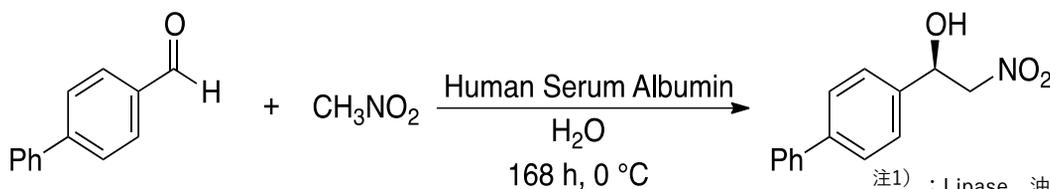

図2 ニトロアルドール反応 (ヘンリー反応)
- ▶ カルボニル化合物とニトロアルカンを縮合するニトロアルドール反応は、代表的なC-C結合反応の一つとして知られています。ヒト血清アルブミン (HSA) を反応系に添加することで、水中での不斉反応が可能であることを初めて明らかにしました (図2)。